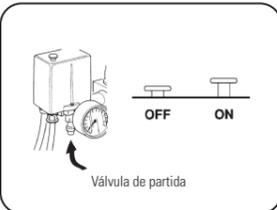

FIGURA 9.1
2. Veja capítulo - Instalação, item 6.3, e acione o compressor através da alavanca/botão de partida **21** (Figura 9.1 - ON).
6. Feche o registro o compressor irá encher o reservatório e desligue o compressor através do botão de partida **21** (Figura 9.1 - OFF).
1. Com auxílio de uma braçadeira (adquirido pelo cliente) conecte a mangueira de ar (adquirido pelo cliente) no bico de conector (Capítulo - Instalação, item 4).
2. Ligue o compressor através do botão de partida **21** (Figura 9.1 - ON) e aguarde o enchimento do reservatório cronometrando o tempo de enchimento.